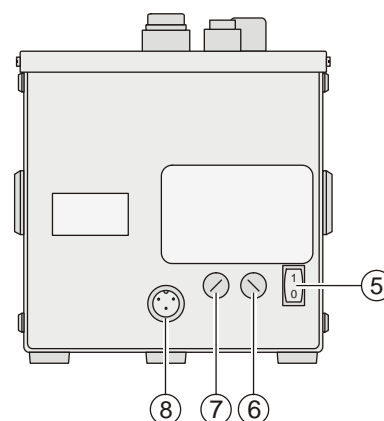

Fig. 3
2. Switch on the master switch (Fig. 3, [5]).
6. At the end of the functional test, switch off the test lamp at the master switch (Fig. 3, [5]).
The battery can be charged even if the master switch (Fig. 3, [5]) is in the "OFF" position.
2. Schalten Sie den Hauptschalter (Fig. 3, [5]) ein.
6. Schalten Sie nach Ende der Funktionsprüfung die Prüflampe mit dem Hauptschalter (Fig. 3, [5]) aus.
Auch wenn sich der Hauptschalter (Fig. 3, [5]) in Stellung "AUS" befindet kann die Batterie geladen werden.